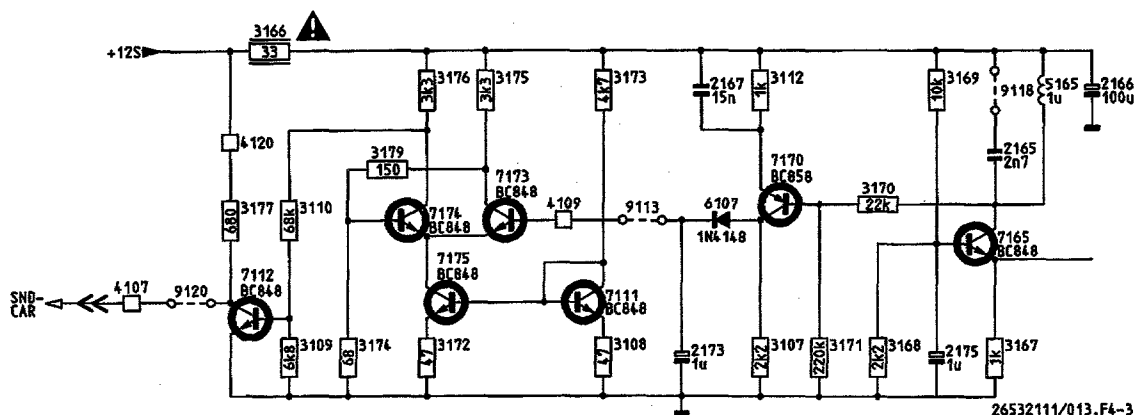

Abb. 4.3
2. Detektion der Trägerfrequenz (Abb. 4.3)